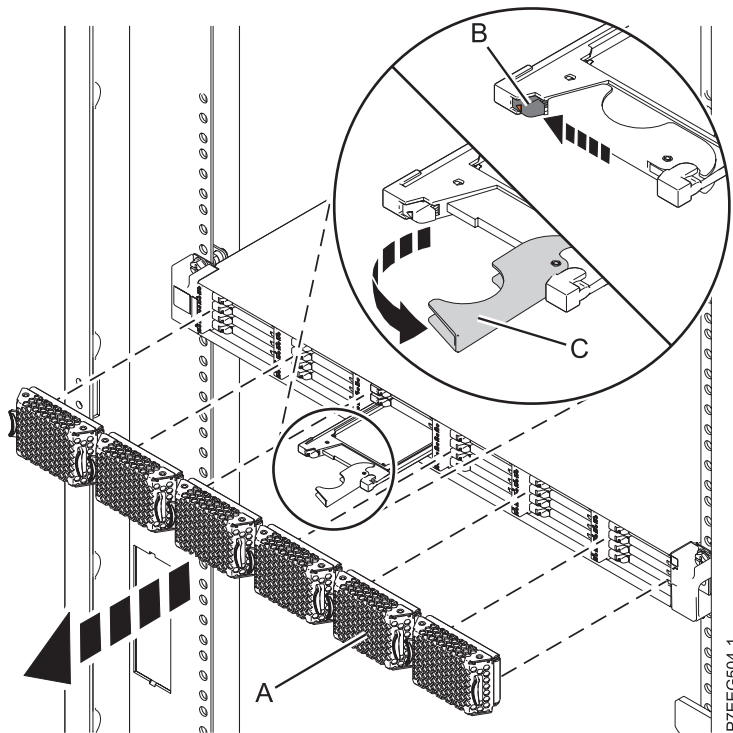

Figure 26. Retrait de l'unité SSD d'une armoire de stockage PCIe ED/R1
1. Retirez le panneau (A) qui couvre l'emplacement contenant l'unité SSD. Pour plus d'informations, voir figure 26, à la page 44.
2. Poussez doucement le taquet de déverrouillage (B) pour déverrouiller la poignée de l'unité.
3. Saisissez la poignée (C) et tirez partiellement l'unité hors de l'emplacement.